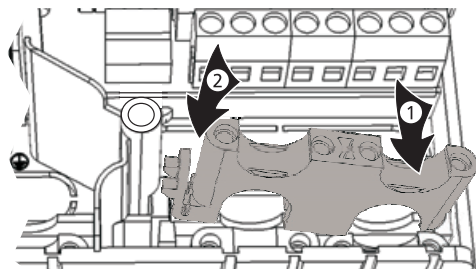

Bild 4: Sätt in höger plastbrygga
1. Sätt först in höger plastbrygga med spärrtappen ① (Bild 4).
2. Tryck ner andra sidan av plastbryggan ②, tills fjäderklämman hakar fast.